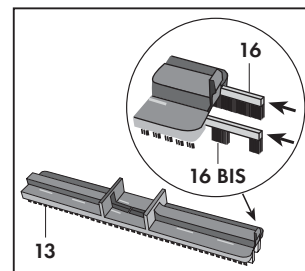

Fig. 15
- La bande-brosse (13) équipée des éléments brosse (16 et 16 BIS) pour la fonction d'aspiration (Fig. 15).